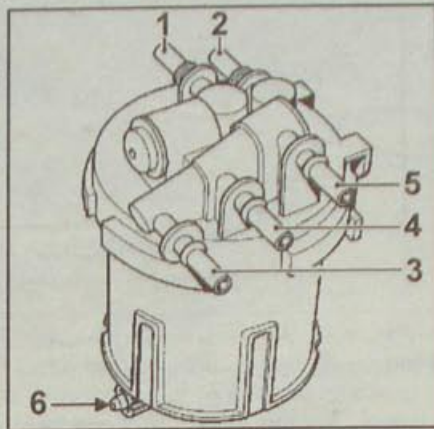

Рис. 4.51. Топливный фильтр:
- подачи топлива в двигатель (1, рис. 4.51);
- подачи топлива из топливного бака (2);
- возврата топлива в бак (3) через кран;
- возврата топлива от двигателя (4);
- возврата топлива в бак через теплообменник (5).